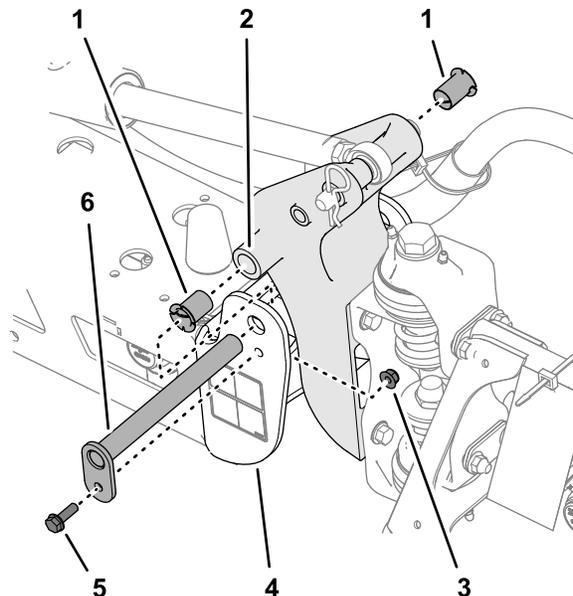

Figura 115
- Retire o parafuso e porca que prende o pino de articulação e retire o pino (Figura 115).
- Retire e inspecione os casquilhos de nylon dos lados dianteiro e traseiro do suporte da articulação (Figura 115).
- Lubrifique os casquilhos de nylon com uma leve camada de óleo, e instale-os no suporte da articulação (Figura 115).
- Alinhe dos furos no suporte da articulação com os furos do canal final (Figura 115).